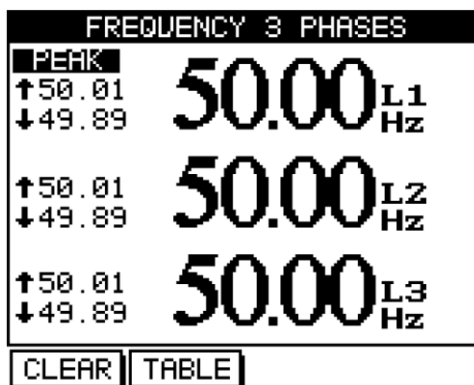

Рис. 5.2
3. Нажмите **TABLE** («F3»). На дисплее появится таблица токов и напряжений. Нажмите **FREQ** («F3»). На дисплее появится экран индикации частоты сетевого напряжения (рис. 5.2):